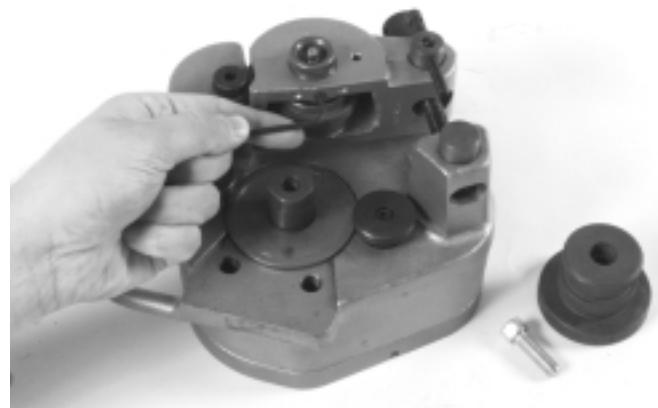

Figure 9 – Desserrage de la vis de blocage de la barre d'appui
- A l'aide d'une clé Allen de $\frac{1}{8}$ po, desserrez la vis de blocage de la barre d'appui et retirez le galet de rainurage de son axe (*Figure 9*).